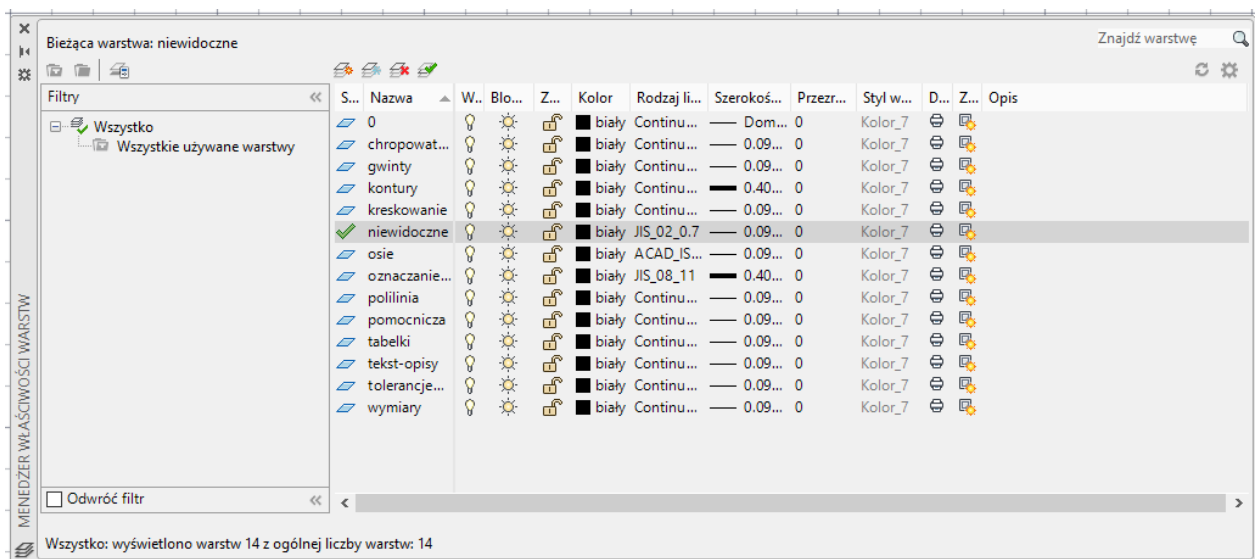

Rys.1.1
1. Otwieramy *Menedżera właściwości warstw* – rys.1.1.